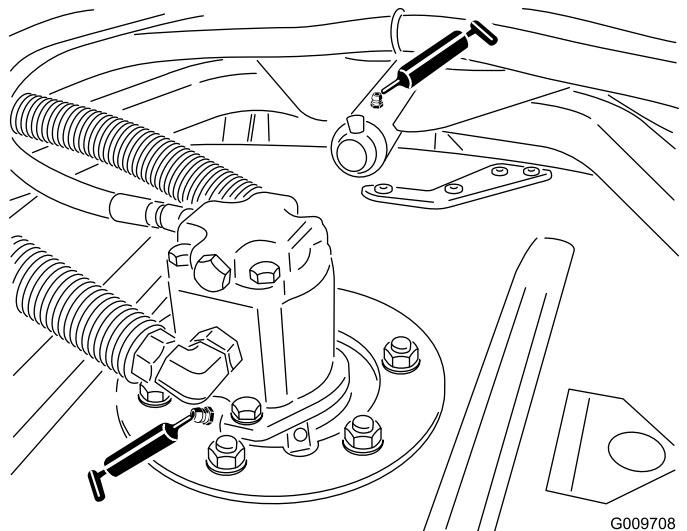

Figura 50
- Rolamentos do eixo da unidade de corte (2 por cada unidade de corte) (Figura 50)
- Casquilhos do braço de suporte da unidade de corte (1 por cada unidade de corte) (Figura 50)